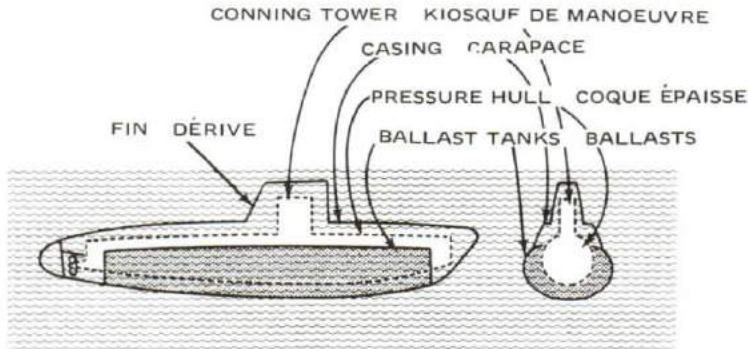

Figure 6-21
5. So that a submarine will slip easily and quietly through the water dived, and so that when it is surfaced it may operate like a surface vessel, a light steel casing in the shape of a surface ship's hull is built around the pressure hull. This casing is "freeflooding"; that is, it is full of holes. See Figure 6-21.
5. Pour permettre à un sous-marin de se déplacer facilement et silencieusement en plongée et pour qu'il puisse en même temps se comporter comme un navire de surface lorsqu'il émerge, on l'a doté, à l'extérieur de sa coque épaisse, d'une carapace d'acier léger ayant la forme de la coque d'un navire de surface. Cette carapace est à noyage libre, c'est-à-dire qu'elle est percée de trous (voir la figure 6-21).